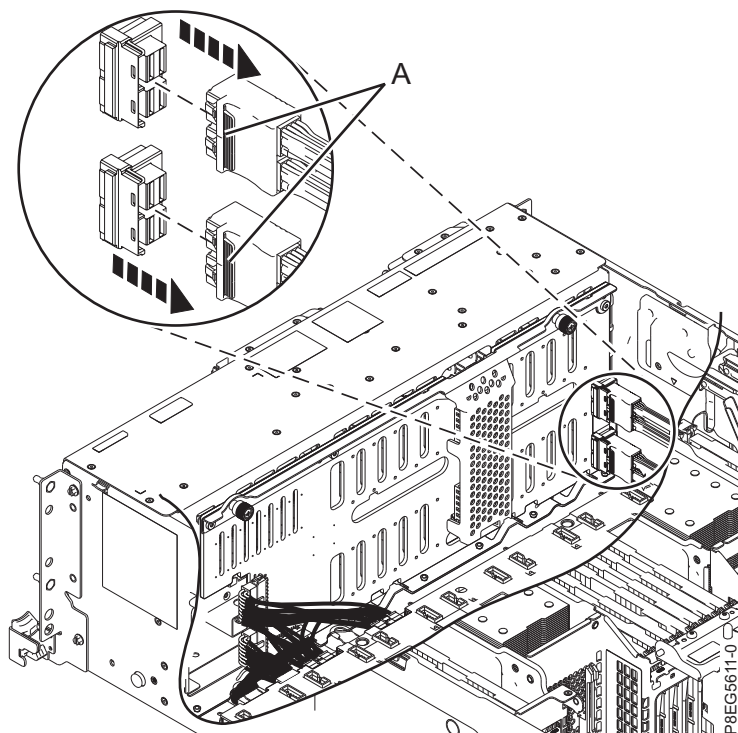

図 14. 前面 SAS ケーブルの切り離し
4. 各ケーブルを接続する、ディスク・ドライブ・バックプレーンおよび SAS RAID 内部アダプター上のコネクタに留意して、前面 SAS ケーブルにラベルを付けます。20 ページの図 14 に示すように、ラッチ (A) を押してケーブルのプラグを抜くことにより、ディスク・ドライブ・バックプレーンから前面 SAS ケーブルを切り離します。